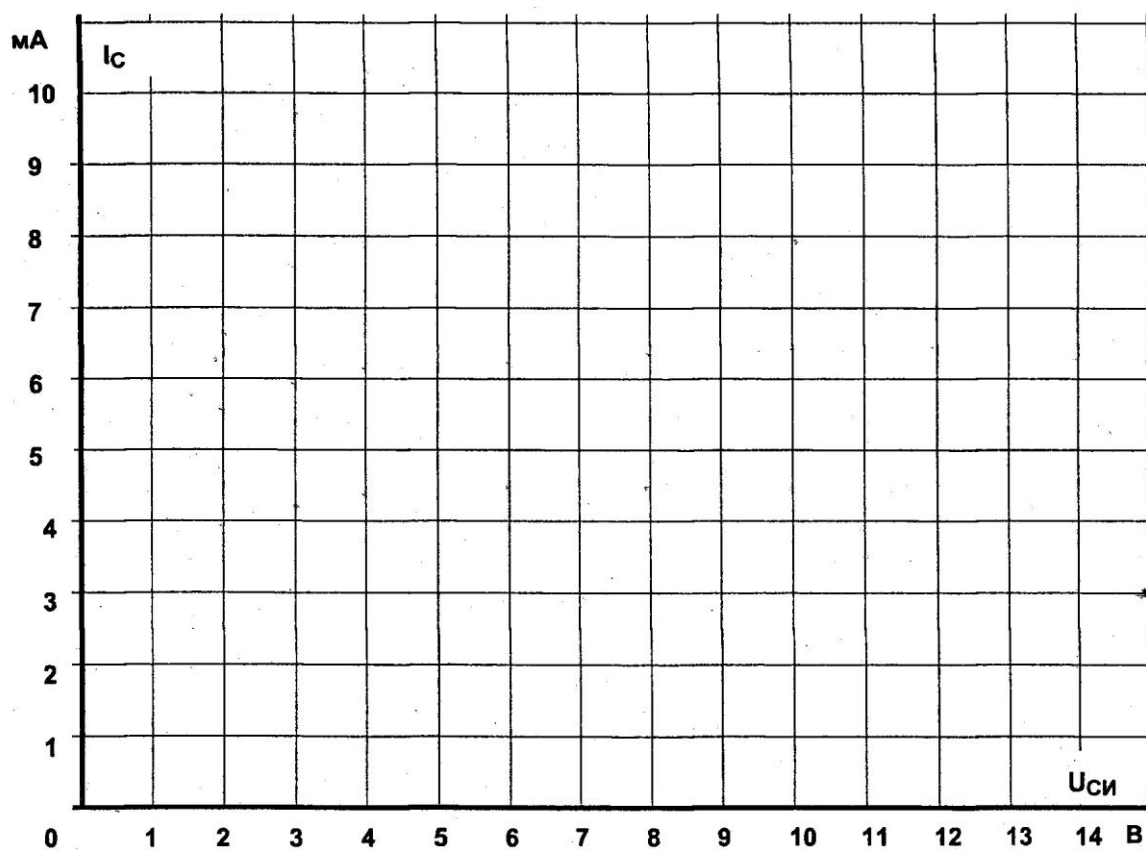

Рис. 6.4.2
- На графике (рис. 6.4.2) постройте кривые зависимости тока стока I_C от напряжения сток/исток $U_{СИ}$ при различных фиксированных значениях напряжений затвор / исток $U_{ЗИ}$